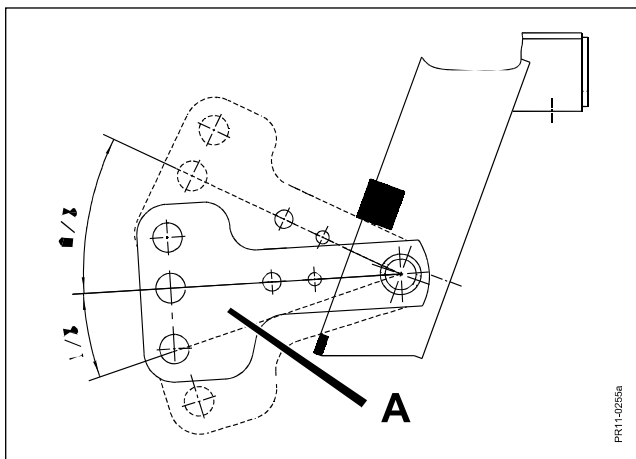

Fig. 2-3
- Fig. 2-3** c) Tillkoppling skall ske på ett sådant sätt, att markföljningen är optimal, då vippan **A**, så långt detta är möjligt, skall kunna röra sig 1/3 nedåt och 2/3 uppåt.